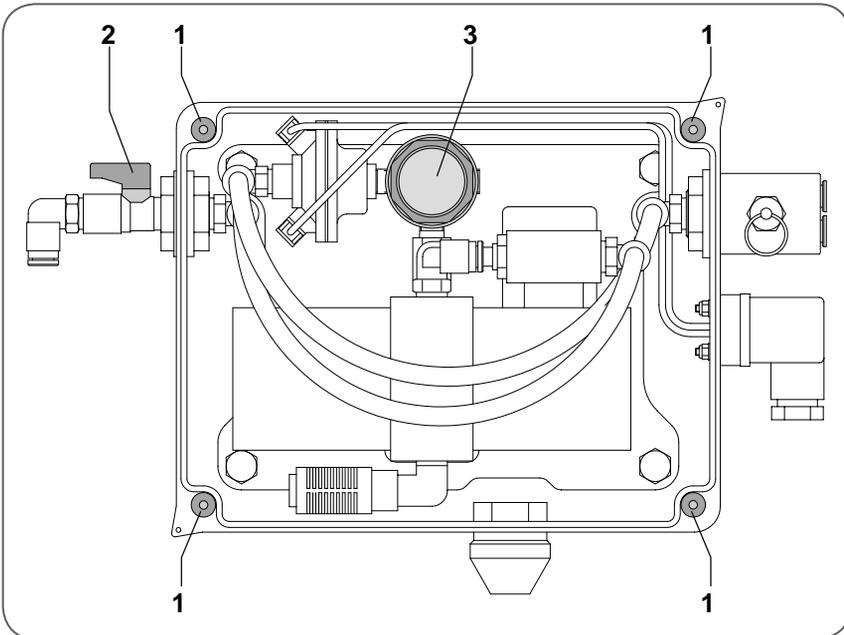

Fig. 13 - Module de commande ouvert 03 001 0184 00
1. Ouvrez le module de commande en desserrant les 4 vis *voir* ► *Fig. 13*, (pos. 1) du couvercle.
3. Pour augmenter la pression de sortie, déverrouillez le bouton de réglage (pos. 3) en le tirant puis tournez-le par intervalles dans le sens horaire.
4. Après l'étape de pompage, lisez la valeur indiquée sur le manomètre puis laissez la pression s'échapper par la valve anti-surpression (pos. 2).
5. Pour réduire la pression de sortie, déverrouillez le bouton de réglage (pos. 3) en le tirant puis tournez-le par intervalles dans le sens anti-horaire.
6. Utilisez la valve anti-surpression (pos. 2) pour laisser la pression s'échapper, puis continuez en répétant la procédure deux fois.
7. Verrouillez le bouton de réglage (pos. 3) en l'enfonçant.
8. Mettez le couvercle et les 4 vis (pos. 1) en place au module de commande, puis serrez les vis manuellement pour fixer le couvercle.